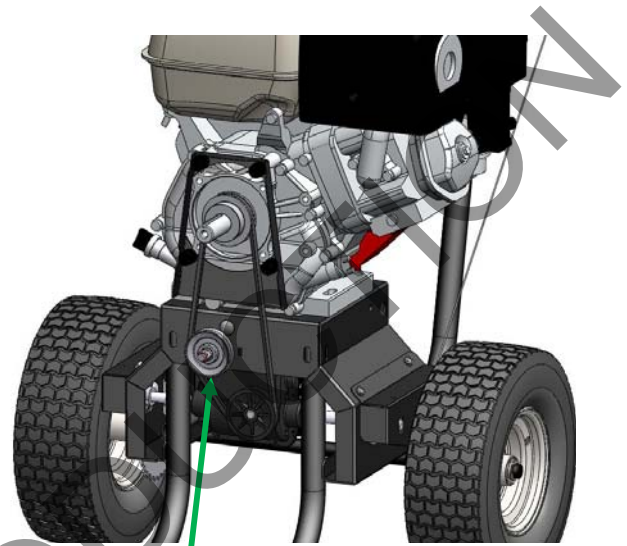

Fig. 6
3. Verwijder de vier bouten (item #8) met de achterplaat (item 2) op de achterbehuizing (item#6).
4. Draai de moer op de spanrol los en schuif deze naar recht om de spanning op de riem te verlichten. (Zie fig. 6)